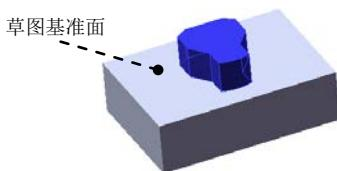

图 16.2.4 凸台一拉伸 2
(3) 定义拉伸深度属性。
① 定义深度方向。采用系统默认的深度方向。
② 定义深度类型和深度值。在“凸台一拉伸”对话框 **方向 1** 区域的下拉列表中选择 **给定深度** 选项，在 **输入** 中输入深度值 20.0。
(4) 单击  按钮，完成凸台一拉伸 1 的创建。
Step3. 创建图 16.2.4 所示的零件基础特征——凸台一拉伸 2。
(1) 选择命令。选择下拉菜单 **插入(I)** → **凸台/基体(B)** → **拉伸(E)...** 命令(或单击“特征(F)”工具栏中的  按钮)。
(2) 定义特征的横断面草图。
① 定义草图基准面。选取图 16.2.4 所示的表面作为草图基准面。